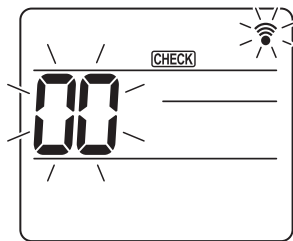
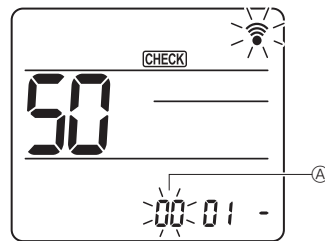
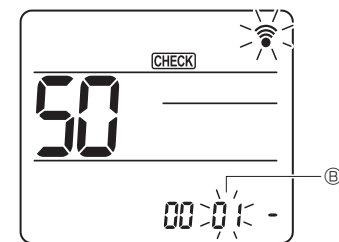
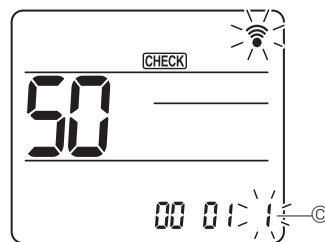

Fig. 7-16
Fig. 7-17
Fig. 7-18
Fig. 7-19
7.4.2. Mediante el mando a distancia inalámbrico (Fig. 7-16, Fig. 7-17, Fig. 7-18, Fig. 7-19)
- (Inicie esta operación con la pantalla de estado del mando a distancia apagada). [CHECK] (COMPROBAR) se ilumina y "00" parpadea. (Fig. 7-16)
- Pulse el botón [50] para seleccionar el número de unidad ①. (Fig. 7-17)
- Pulse el botón [50] para seleccionar el número de modo ②. (Fig. 7-18)
- Utilice el botón [50] para cambiar el número de ajuste ③. (Fig. 7-19)
- Repita la selección de ③ y ④ para cambiar de manera continua los ajustes de varias funciones.